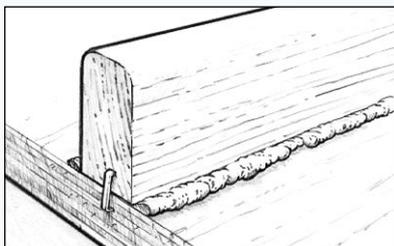

Abbildung 11 Fixieren Sie die Teile, bevor das Epoxidharz in den Geleeszustand übergeht.
3. Fixieren Sie die Teile. Bringen Sie z.B. Schraubzwingen an, damit die Teile nicht verrutschen. Bringen Sie nur soviel Anpressdruck auf, wie notwendig ist, dass eine kleine Menge der angegedickten Mischung aus der Fuge herausquillt. Jetzt können Sie sicher sein, dass das Epoxidharz guten Kontakt mit beiden Klebeflächen hat (*Abbildung 11*). Der Anpressdruck darf nicht so stark sein, dass die gesamte angegedickte Mischung aus der Fuge herausgepresst wird.